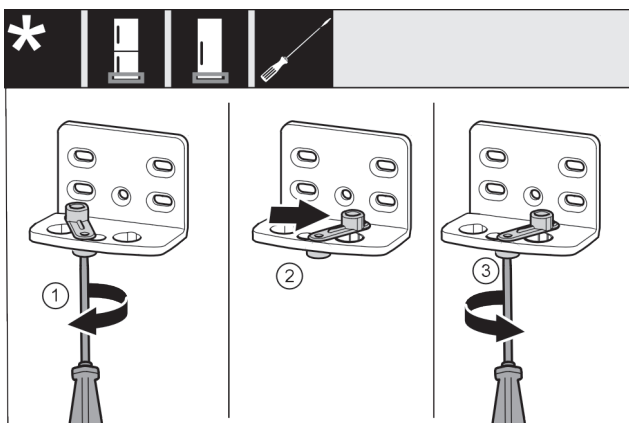

Fig. 19
- ▶ Šroubovákem volně přišroubujte šroub Fig. 19 (1).
- ▶ Zvedněte pomůcku zavírání dveří Fig. 19 (2) a v otvoru ji otočte o 90° doprava.
- ▶ Šroubovákem šroub Fig. 19 (3) pevně utáhněte.